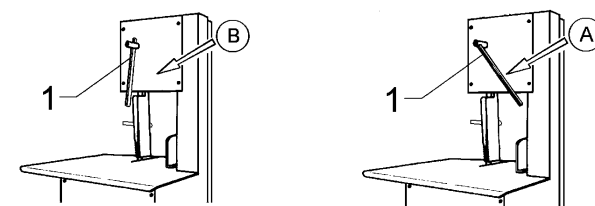

图 7.6.1
7.6.1、锯片张紧度设定（图7.6.1）
锯片张紧度可通过机械地转动旋钮“1”来设定。转动位置“A”上的旋钮（图7.6.1），锯片将被拉紧。要解除锯片的张紧，旋转位置“B”上的旋钮。